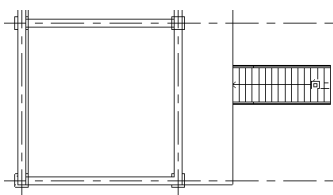

图 12-5 调整楼梯方向
(7) 选择刚绘制的楼梯, 单击“向上翻转楼梯方向”按钮, 调整楼梯方向, 如图 12-5 所示, 将视图切换到三维视图, 完成楼梯创建如图 12-6 所示。